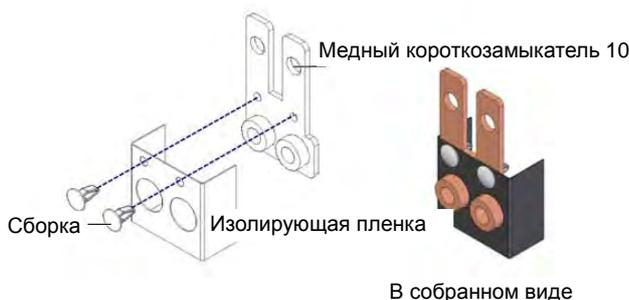

Рис. 3-6 Приклеивание изолирующей пленки на медный короткозамыкатель 10
2. Как показано на Рис. 3-6, наклейте самоклеящуюся изолирующую пленку (дополнительные принадлежности) на медный короткозамыкатель 10 и вставьте скобы в соответствующие отверстия на медном короткозамыкателе 10.